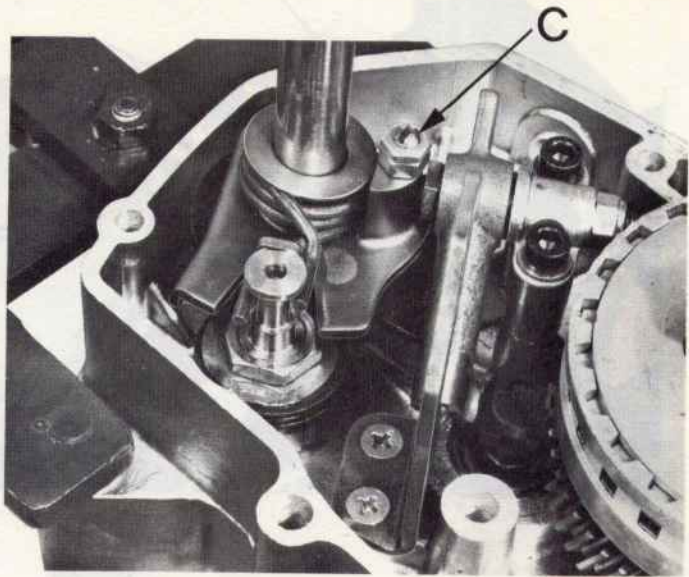

Figure 31
- Dans le cas contraire, débloquer le contre-écrou de la vis C (figure 31), filetage à gauche.